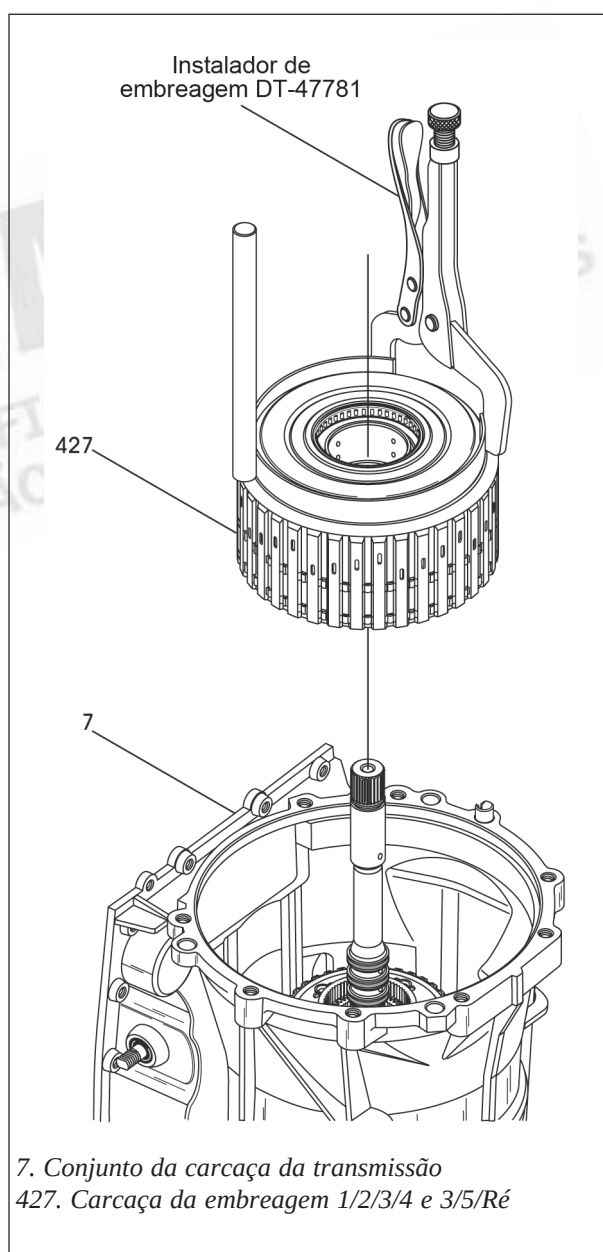

Figura 165
24. Agarre todo o conjunto pelos “cabos” da ferramenta DT-47781 e instale a carcaça das embreagens 1/2/3/4 e 3/5/Ré, conforme mostra a figura 165.
25. Balance a ferramenta DT-47781 para trás e para a frente a fim de alinhar os discos da embreagem 1/2/3/4, e os discos da embreagem 3/5/Ré com as estrias externas das duas capas (veja figura 165).